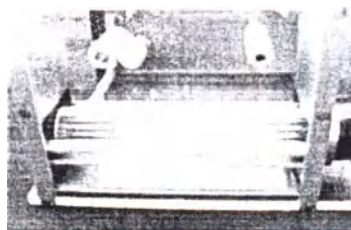

Рисунок 75
3.6.46 Продуть крыльчатку вентилятора и внутренние поверхности сжатым воздухом (рисунок 75).